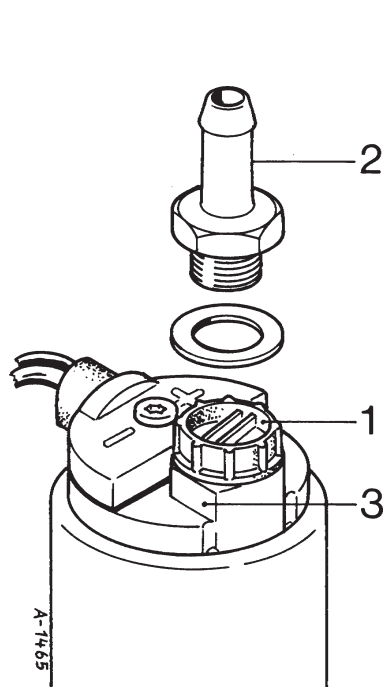
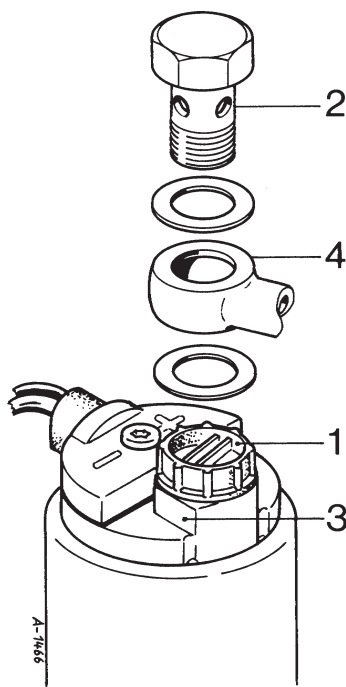

Abb. 1 / Fig. 1
Abb. 2 / Fig. 2
- Vor der Montage der neuen Kraftstoffpumpe ist der Schraubverschluss (1, Abb. 1) zu entfernen.
- Je nach Einbauvariante ist entweder der mitgelieferte Schlauchanschluß (2, Abb. 1) mit einem neuen Dichtring oder die am Fahrzeug vorhandene Hohlschraube (2, Abb. 2) mit Ringanschluß (4) und zwei neuen Dichtringen in die neue Pumpe einzuschrauben.
- Depending on the installed version, screw the following components into the pump: either the supplied hose connection (2, fig. 1), together with a new O-ring, or the banjo bolt (2, fig. 2) already existing on the vehicle, together with the ring connection (4) and two new O-rings
- Selon le type de pompe installée, visser les composants suivants dans la pompe: ou bien le raccord de tuyau fourni (2, fig. 1), conjointement avec un nouveau anneau torique, ou bien le boulon creux (2, fig. 2) qui existe déjà sur le véhicule, conjointement avec le raccord annulaire (4) et deux nouveaux joints toriques.
- Según el tipo de bomba instalada, atorníllense los componentes siguientes en la bomba: o la conexión de tubo fornecida (2, fig. 1), junta con una nueva junta tórica, o el tornillo hueco (2, fig. 2) que ya existe en el vehículo, junto con la conexión anular (4) y dos nuevas juntas tóricas.
- Secondo il tipo di pompa montata, bisogna avvitare i componenti seguenti nella pompa: oppure la connessione di tubo fornita (2, fig.), assieme a un nuovo anello di guarnizione, oppure la vite incavata (2, fig. 2) che già esiste nel veicolo, assieme alla connessione anulare (4) e due nuovi anelli di guarnizione.